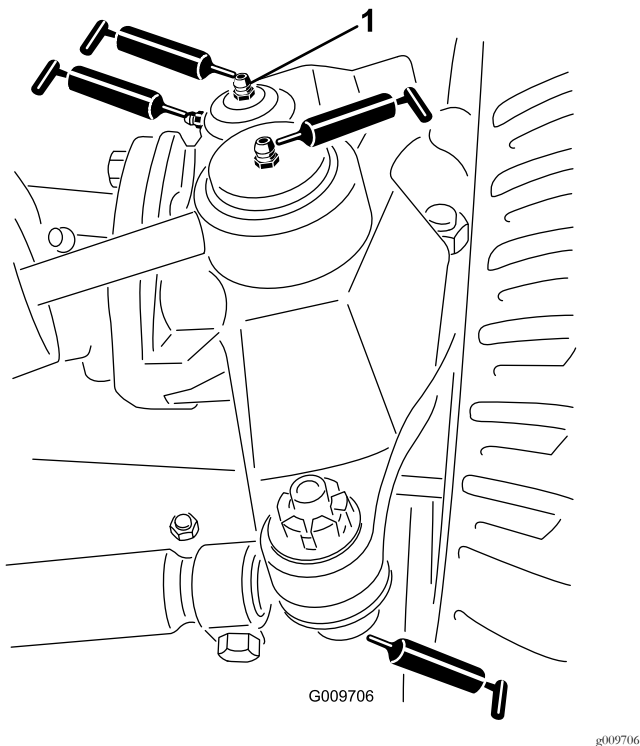

图35
- 转向油缸球窝接头2 个如图35 所示
- 横拉杆球窝接头2 个如图35 所示
- 主销轴套2 个如图35 所示